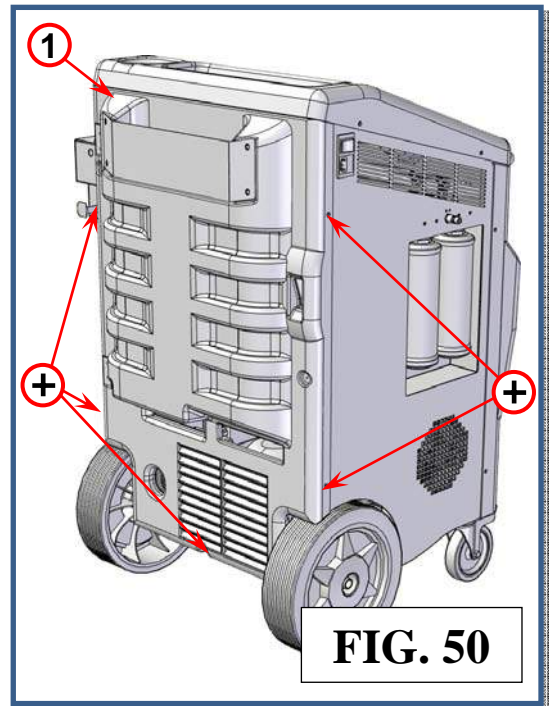

FIG. 50
Quitar la tapa plástica trasera (ref 1, Fig.50) para acceder a las botellas de la máquina.